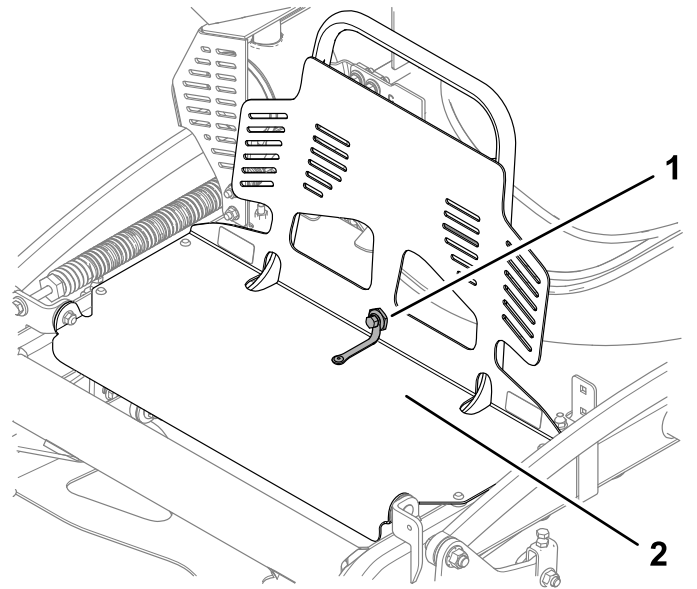

Bild 29
1. Entfernen Sie die Schraube und die Ansatzmutter, die den Motorschutz an der Schutzverlängerung befestigen (Bild 29).
- Befestigen Sie den Motorschutz mit der Schraube und der Ansatzmutter an der Schutzverlängerung, wie in Bild 29 dargestellt.